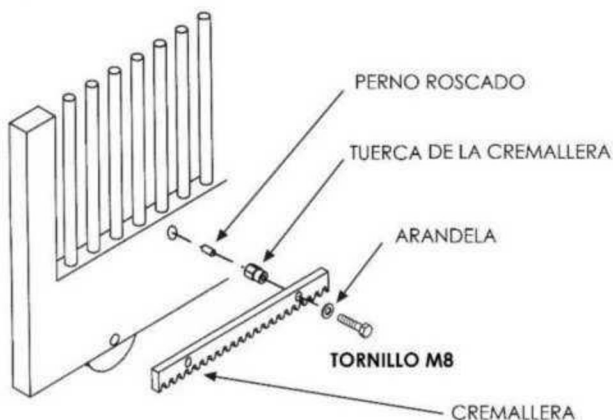

Fig.8
- También la Cremallera Puede ser Instalada Atornillada cuando el Material del Portón Corredizo sea Madera, Aluminio, Etc. Ver (Fig.8).